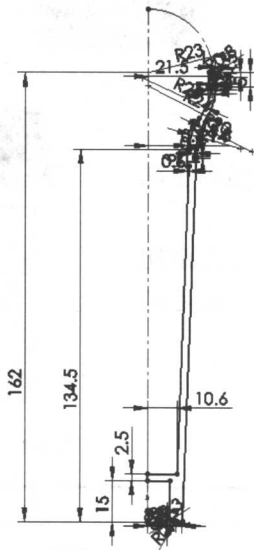

图 1-2 草图 1
- (1) 新建文件。单击标准工具栏上的“新建”图标按钮→“零件”→“确定”。
- (2) 绘制草图 1。单击前视基准面→，用草图工具绘制草图 1，如图 1-2、1-3 和 1-4 所示，注意“相切”约束。